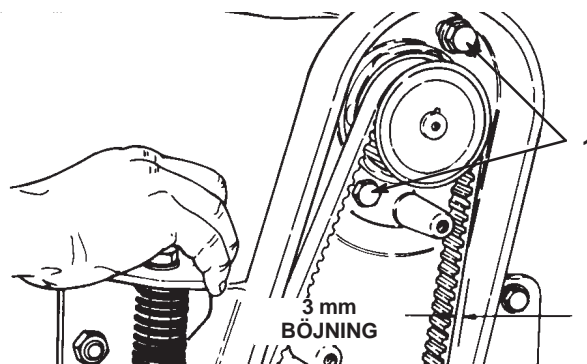

Fig. 12
4. Infoga de 2 monteringsbultarna för drivcylindermotorn (huvudena på insidan av drivkåpan – platt bricka på översta bulten) i cylindermotorns flänshål. Skruva fast låsmuttrarna på bultarna. Roterar cylindermotorn uppåt i det avlånga hålet i kåpan för att sträcka drivremmen och spänna fästordningarna (fig. 12) till ca 34 Nm.
Observera: Remmen är tillräckligt sträckt när den böjs cirka 3 mm på mitten när en kraft på 31 N appliceras (fig. 12).